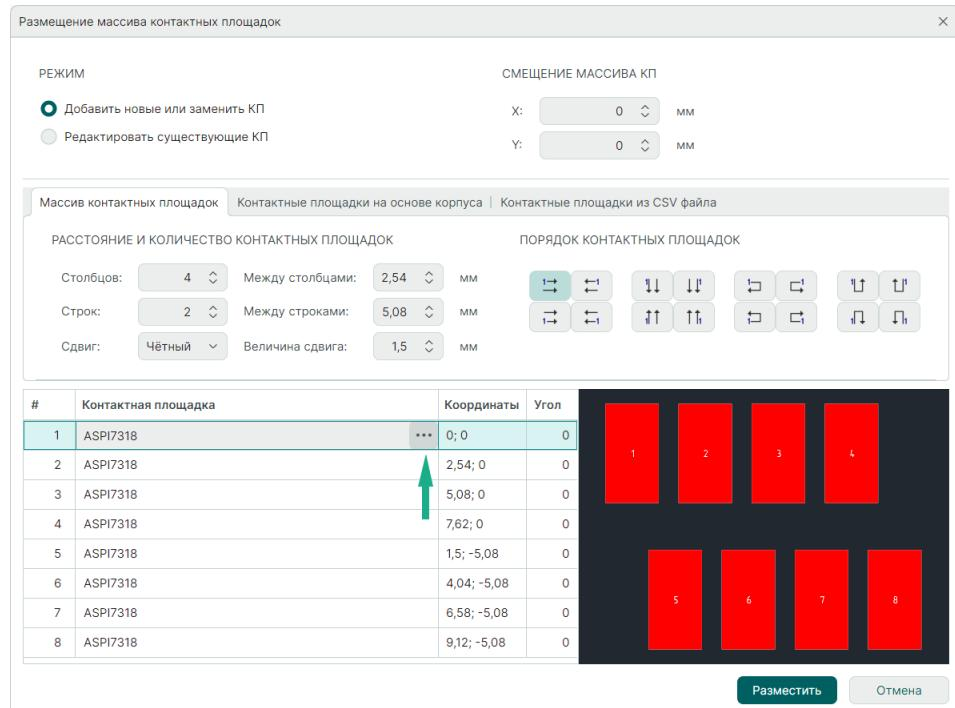

Рис. 92 Переход к выбору типа контактной площадки
1. Нажмите на символ «...» в правой части столбца «Контактная площадка», см. Рис. 92.